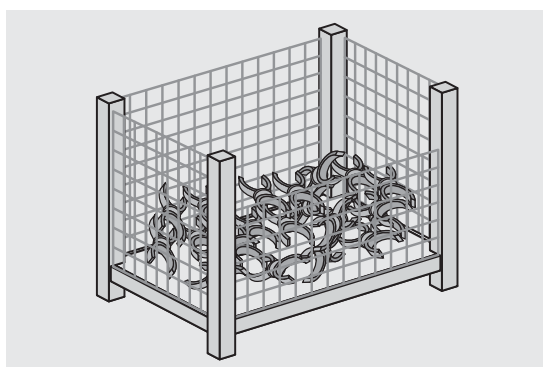

Fig. 16
- Le petit matériel de montage est conditionné dans des contenants adaptés à l'utilisation d'engins de levage et de manutention (fig. 16).